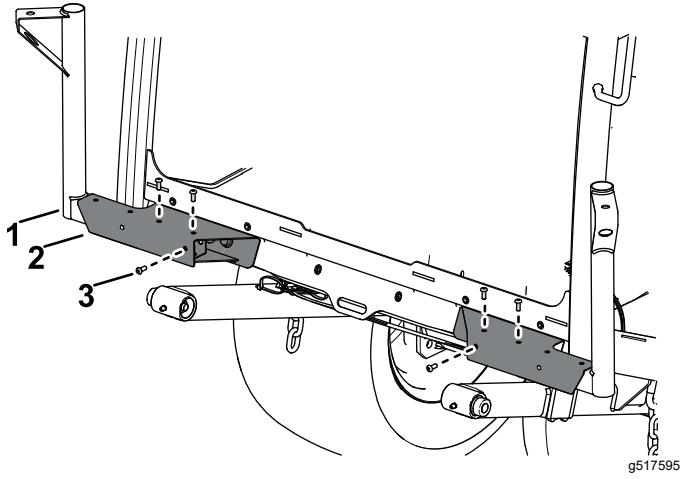

Figura 15
2. Fije el bastidor de la luz izquierda y el bastidor de la luz derecha en las bases de las luces con 3 pernos de cabeza de botón ( $\frac{1}{4}$ " x  $\frac{5}{8}$ ") a través de las tuercas rápidas a cada lado (Figura 15).